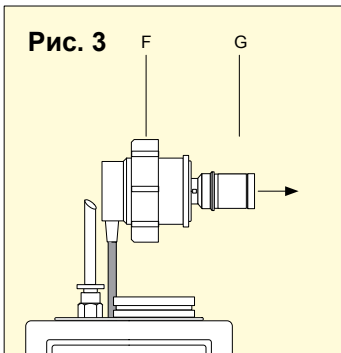

Рис. 3
Извлеките установленный датчик (G) – Рисунок 3.